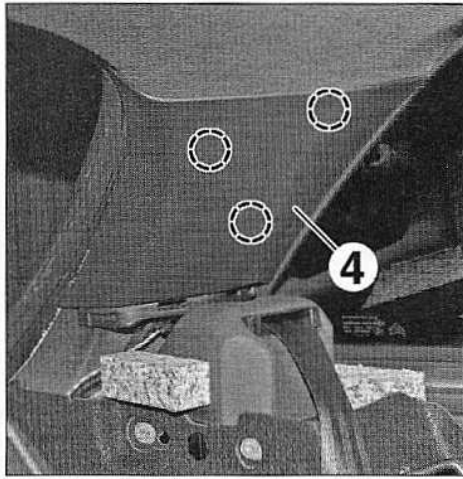

FIG.35
- Dégrafer et déposer la garniture de custode (4) (Fig.35).